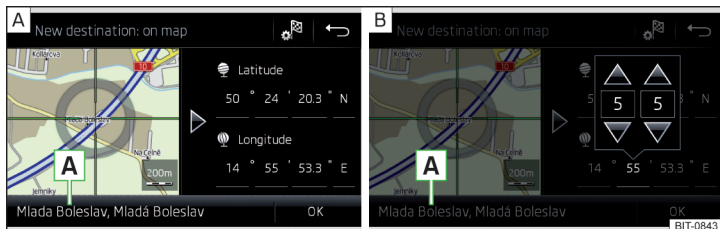

Fig. 160 Introducir destino: a través del punto del mapa / con ayuda de las coordenadas GPS
- Por el toque de la pantalla desplazar el destino deseado en la cruz reticular » fig. 160 - **A**.
- Pulsar y ajustar los valores de las coordenadas del GPS uno detrás del otro » fig. 160 - **B**.
Si hay información disponible sobre el punto introducido en los datos de navegación del Infotainment, esta se mostrará en vez de las coordenadas GPS (p. ej. dirección **A** » fig. 160).